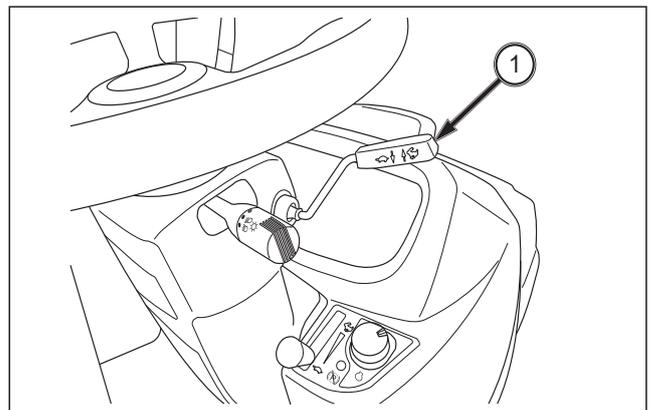

FIG. 63
FIG. 63: La palanca de ajuste de la velocidad de crucero (1) se acciona para controlar el aumento de la velocidad de crucero tirando hacia arriba de la palanca y la disminución empujando hacia abajo durante el modo de control de crucero.